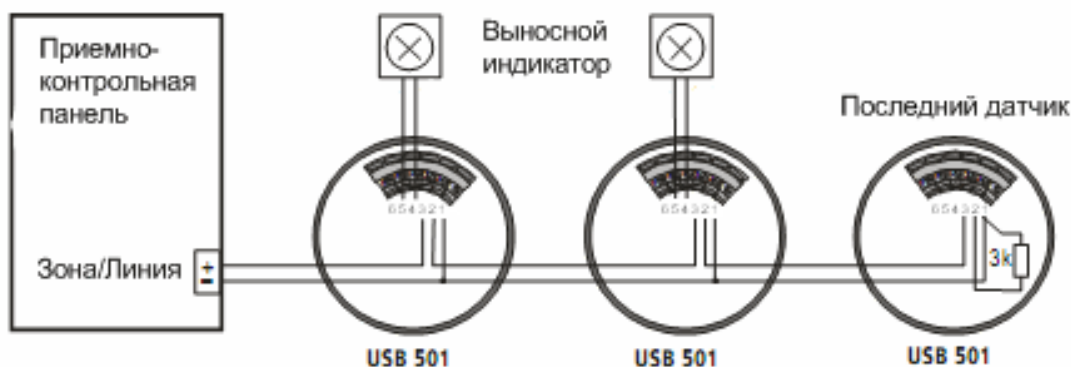

Рис. 3. Подключение датчиков серии TCD 563.
На Рис. 3 показано подключение датчиков серии TCD 563:
- Извещатели необходимо подключать таким образом, чтобы при изъятии одного из извещателей происходил разрыв шлейфа (см. Рис. 3)
- На Рис. 3 показаны возможности подключения выносных световых индикаторов (RAL)